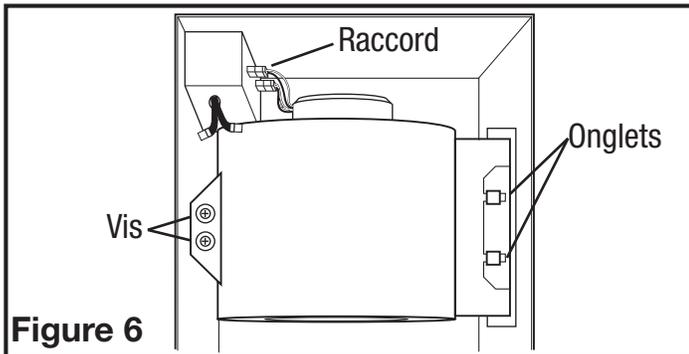
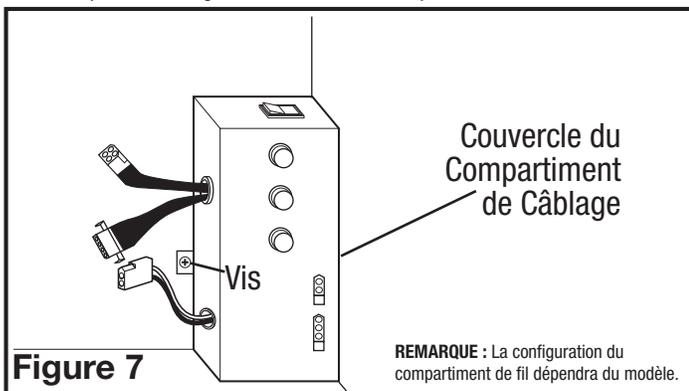

Figure 6
Figure 7
- 1a. Compartiment de Câblage Extérieur : Enlever la vis du couvercle du compartiment à câblage et mettre ce couvercle dans un endroit fiable (**Figure 6**).
- 1b. Compartiment de Câblage Intérieur: Enlever les trois vis retenant en place l'assemblage de la soufflante et soulever pour sortir l'assemblage hors du châssis (Figure 6). Enlever la vis (ou les vis) du couvercle du compartiment à câblage et mettre ce couvercle dans un endroit fiable (Figure 7).